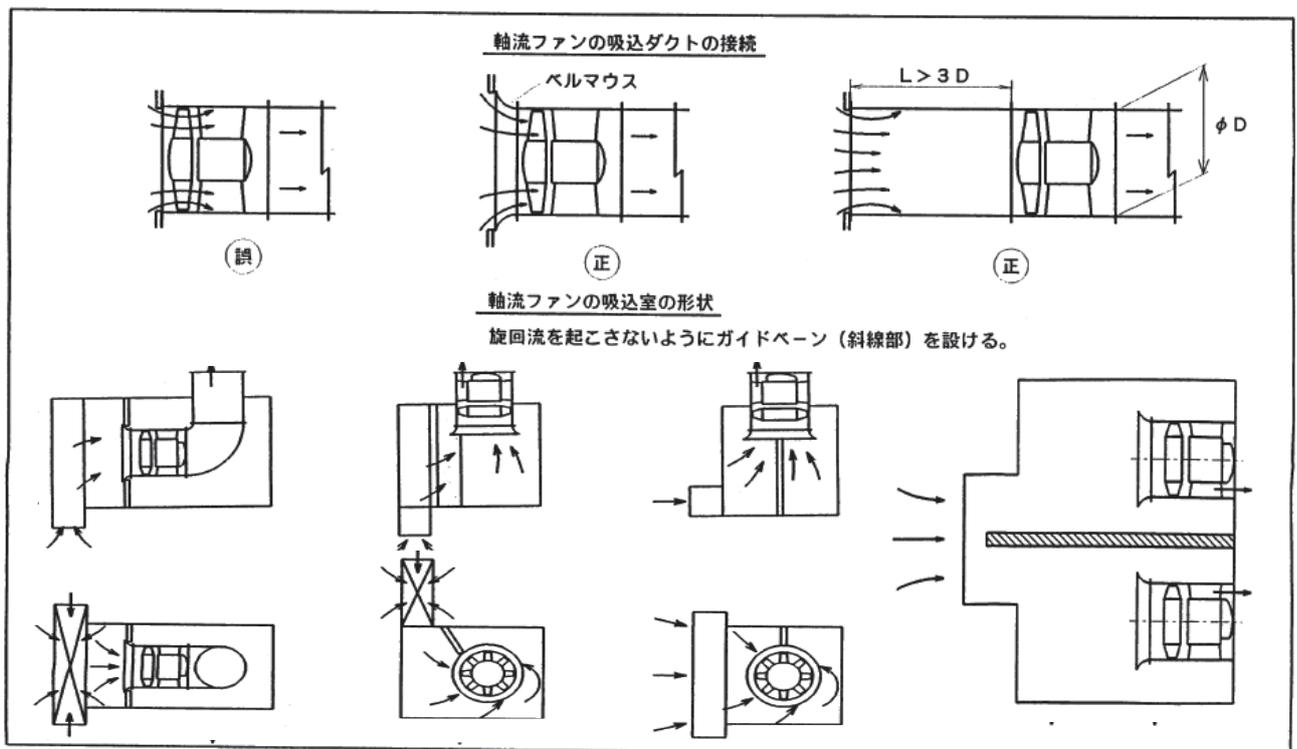

図6 配管方法例
- (2) ダクト重量が直接排煙機にかからないように適当な支持具で支えてください。
- (3) 排煙ダクトは不燃材で製作し、原則として保温、断熱はしません。
- (4) 吐出側ダクトは、排煙出口まで接続してください。
- (5) ダクトを接続する前にダクト内および送風機内部を点検し、ウエス(布)や工具などの異物がある場合は取除いてください。
- (6) 送風機は停止中に逆方向の風を受けると逆転します。逆転中に始動すると、始動時間が長くなったり、羽根車破損、電動機の焼損のおそれがあるため逆風を受ける場合、羽根車の逆回転を防止するため、逆止弁を取り付けてください。
- (7) 吸込室の形状について流れが旋回する場合は、ガイドベーンを入れるか、曲がりを大きくしてください。図6の配管例を参考にしてください。